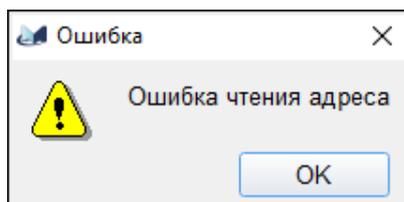

Рис. 49
– интерфейс недоступен (уже используется данное соединение, для соединений типа *Ethernet* и *IP2COM*) - чтение адреса завершится с ошибкой, как показано на рис. 49;